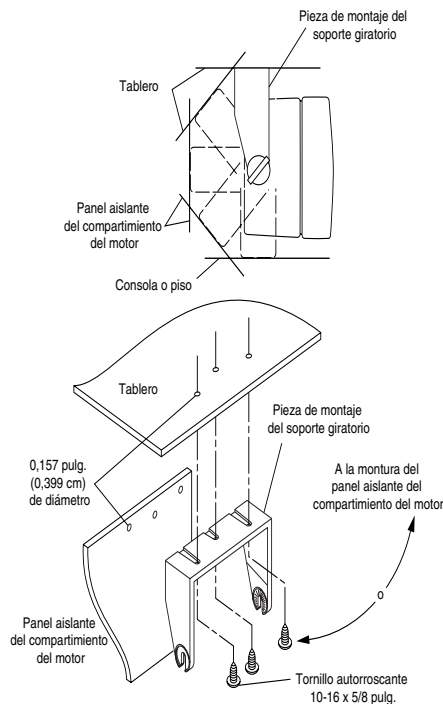

Figura 5-2. Instalación del parlante debajo del tablero
5. Instale la pieza de montaje del soporte giratorio mediante los tornillos provistos. (Ver Figura 5-2).